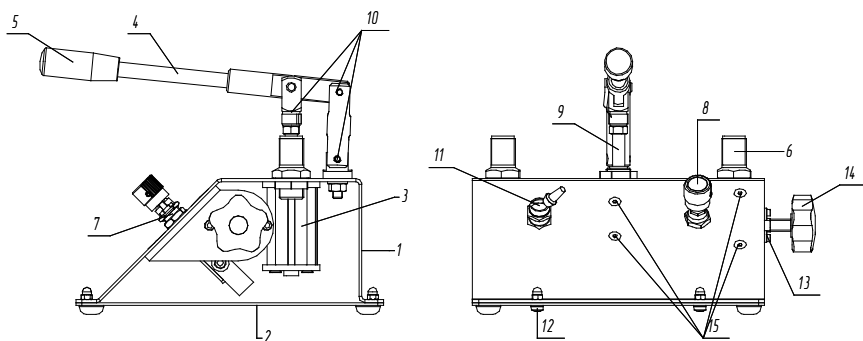
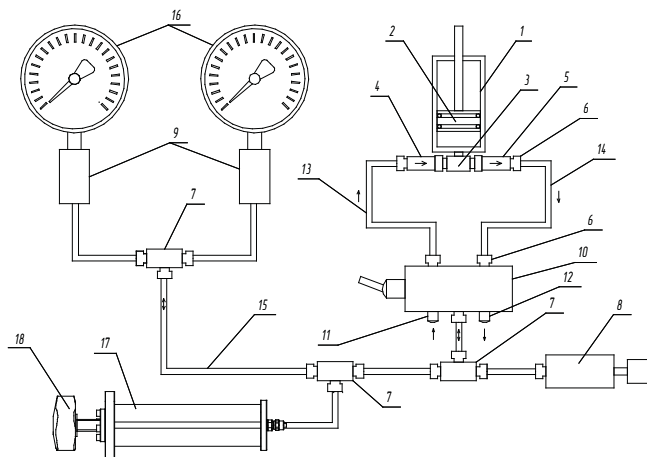
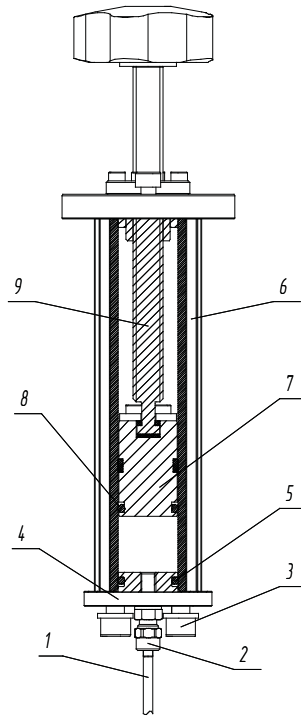

Рис. 1. Пневматическое устройство для сравнительной калибровки:
Рис. 2. Пневматическая схема ПУСК:
Рис. 4. Объемный регулятор:
5.1 Внешний вид устройства показан на Рис. 1.
5.3.2 При движении *поршня 2* (Рис. 2) вверх *клапан 4* открывается и воздух через *фильтр 11*, *переключатель 10*, *ветвь разрежения 13* и *клапан 4* поступает в *цилиндр 1*. При движении *поршня 2* вниз *клапан 4* закрывается, а *клапан 5* открывается и воздух из цилиндра через *ветвь давления 14*, *переключатель 10* поступает в *измерительную ветвь 15*, создавая в ней избыточное давление. В конструкции предусмотрено *объемный регулятор 13* (Рис.1), с помощью которого возможна плавная регулировка давления/разрежения. Когда *объемный регулятор 13*, с помощью *ручки 14* (Рис.1), закручен до упора (аккуратно, без затяжки), давление/разрежение движением *поршня 2* создается быстрее. Это обуславливается вытеснением паразитного объема
из его камеры. Если требуется плавная регулировка, то перед созданием давления следует выкрутить против часовой стрелки *ручку объемного регулятора 14* в среднее положение (Рис.2). При последующем накачивании давление в измерительной ветви будет возрастать. Для уменьшения давления в измерительной ветви необходимо плавно приоткрыть *регулируемый дроссель 8* или покрутить *ручку объемного регулятора 14* (Рис.1) против часовой стрелки для плавного уменьшения.
5.4.2 При движении *поршня 2* вверх *клапан 4* открывается и воздух из *измерительной ветви 15* через *переключатель 10*, *ветвь разряжения 13* поступает в *цилиндр 2*, создавая при этом в *измерительной ветви 15* разрежение. При движении *поршня 2* вниз *клапан 4* закрывается и воздух откаченный из измерительной ветви, через открытый *клапан 5*, *ветвь давления 14*, *переключатель 10* и *фильтр 12* выбрасывается в атмосферу. *Объемный регулятор 13* (Рис.1) закручен до упора(аккуратно, без затяжки). При последующем откачивании разрежение в измерительной цепи будет возрастать. Для достижения максимального разрежения возможно выкрутить *объемный регулятор 13* (Рис.1) до конца, что создаст дополнительный вакуум. Для уменьшения разрежения в измерительной ветви необходимо плавно приоткрыть *регулируемый дроссель 8* или покрутить *ручку объемного регулятора 14* (Рис.1) по часовой стрелке для плавного уменьшения.
8.3 Убедитесь, что *регулируемый дроссель 8* закрыт. Закрывать регулируемый дроссель необходимо очень малым моментом, в противном случае дроссель может выйти из строя. *Объемный регулятор 13* (рис. 1), с помощью *ручки 14* (Рис. 1), закручен до упора (аккуратно, без затяжки). Если требуется плавная регулировка - выкрутите ручку *объемного регулятора 14* против часовой стрелки в среднее положение.
накачивание. Контролируйте, чтобы поршень перемещался от одного крайнего положения до другого. При необходимости используйте подстройку давления *объемным регулятором 13* (Рис.1).
8.5 Для снижения давления используйте *регулируемый дроссель 8* или *объемный регулятор 13* (Рис.1).
9.2 При ежедневном техническом обслуживании производят внешний осмотр, очищают от загрязнений и пыли сухой чистой ветошью. Проверяют наличие смазки на поверхности *штока 9* (Рис. 1) и в *шарнирных соединениях 10*. При её отсутствие или недостаточном количестве произвести смазывание *соединений 10* консистентной смазкой ЛИТОЛ — 24 ГОСТ 21150-87, а поверхность *штока 9* консистентной силиконовой смазкой (не аэрозоль).
9.3.2 Открутите *винты 12* (Рис. 1) и снимите *нижнюю крышку 2*;
9.4 Так же, при текущем техническом обслуживании, необходимо произвести разборку, осмотр и смазывание деталей *объемного регулятора 13* (рис.1);
9.4.2 Открутите *трубку 1* (Рис.4) от *фитинга 2* (Рис.4) *объемного регулятора 13* (Рис.1);
9.4.4 Открутите *крепежные винты 15* (Рис.1) придерживая при этом *объемный регулятор 13* (Рис.1). Затем извлеките его из устройства;
9.4.5 Открутите *винты 3* и снимите *нижнюю крышку 4* (Рис.4);
9.4.6 Осторожно снимите *уплотнительное кольцо 5*, промойте его и крышку в чистом бензине (нефрас, Б-70), осмотрите кольцо на предмет его целостности и эластичности, в случае несоответствия указанным требованиям, замените кольцо на новое (Рис.4);
9.4.7 Смазать у *нижней крышки 4* место под посадку *уплотнительного кольца 5* силиконовой смазкой (Рис.4). Осторожно установите *уплотнительное кольцо 5* в канавку *нижней крышки 4* и нанесите обильный слой силиконовой смазки (Рис.4);
9.4.8 Аккуратно извлеките *поршень 7*, не снимая с *винта ходового 9*, из *цилиндра 6* (Рис.4);
9.4.9 Осторожно снимите *уплотнительное кольцо 8*, промойте снятые детали в чистом бензине (нефрас, Б-70), протрите безворсовой тканью, внимательно осмотрите металлические детали на предмет отсутствия механических дефектов, а уплотнительные резиновые кольца на предмет износа и эластичности. При обнаружении дефектов, данные детали заменить (Рис.4);
9.4.10 Смазать у *поршня 7* место под посадку *уплотнительного кольца 8* силиконовой смазкой. Осторожно установите *уплотнительное кольцо 8* в канавку *поршня 7* и нанесите обильный слой силиконовой смазки (Рис.4);
9.4.11 Соберите *объемный регулятор 13* (Рис.1) в обратной последовательности.